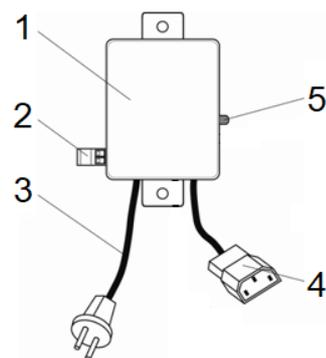

Рис. 3.1
5.4 Электронный блок управления компрессором состоит (См. рисунок 3.1):